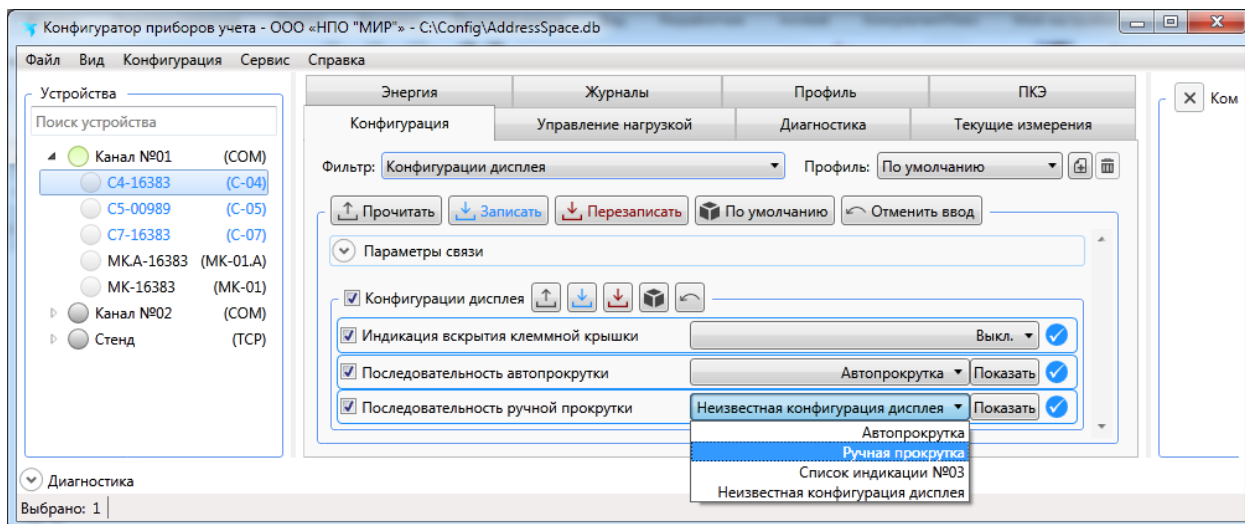

Рисунок 9.20 – Применение конфигурации дисплея
9.5.8.8 Для загрузки списка параметров созданных конфигураций дисплея в счетчик выполнить следующие действия (рисунок 9.20) в программе КОНФИГУРАТОР: